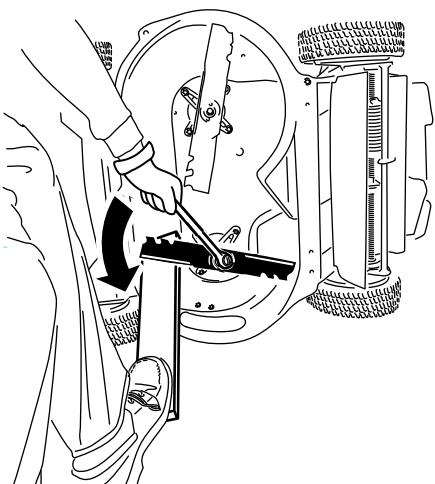

Figura 40
1. Utilize um calço de madeira para segurar cada lâmina e rode o parafuso da lâmina no sentido contrário ao dos ponteiros do relógio como se mostra na Figura 40.